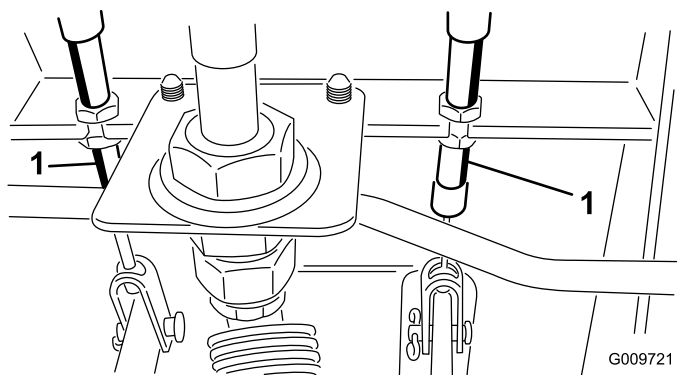

Bild 115
- A. Lockern Sie die vordere Mutter an der Gewindeseite des Bremszuges (Bild 115).